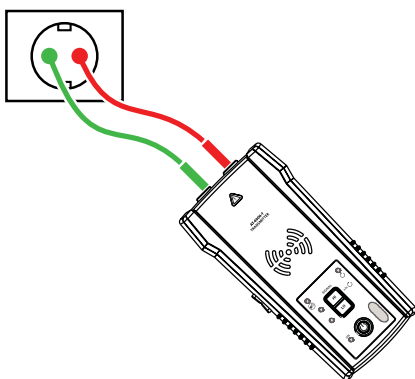

Figure 3.2a
3. Raccordez les câbles d'essai rouge et vert aux fils de ligne/phase et neutre de la même prise ou du même fil (voir figure 3.2a).